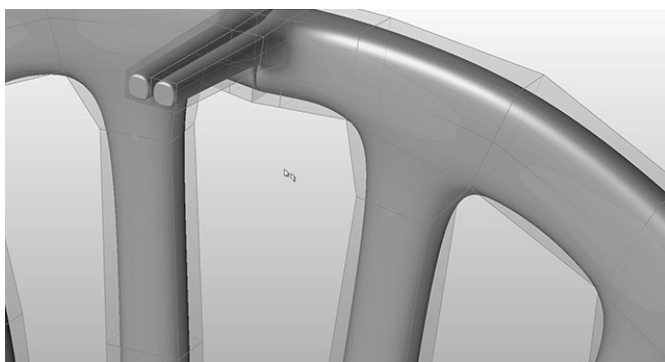

图 15-32
3) 单击小对话框上的镜像按钮，完成第一次镜像操作，如图 15-32 所示。